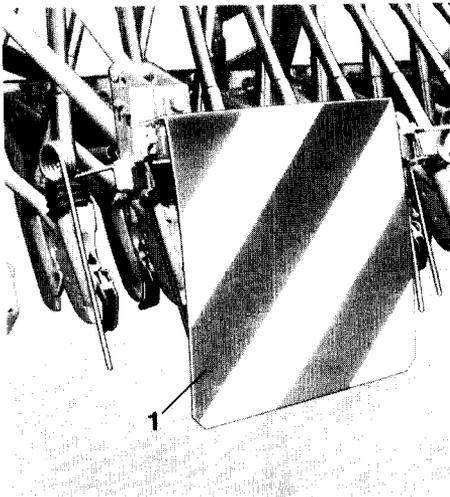

Fig.26b
- Striegel mit Pendelausgleich und Einzelsaatriegel sind mit zwei rot-weiß gestreiften Warnfolien (Fig. 26b/1) rechts und links außen kenntlich zu machen.